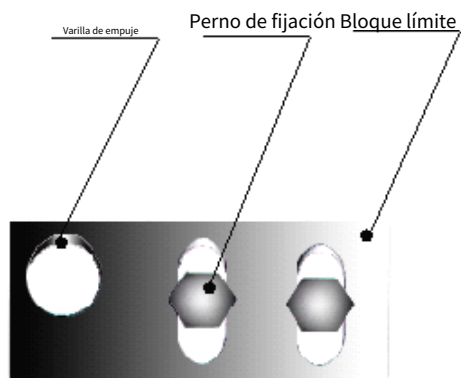

Fig. 13 Bloque límite
5.2.2 Ajuste de la caña de retención de cápsulas (consulte las Fig. 13, 14)